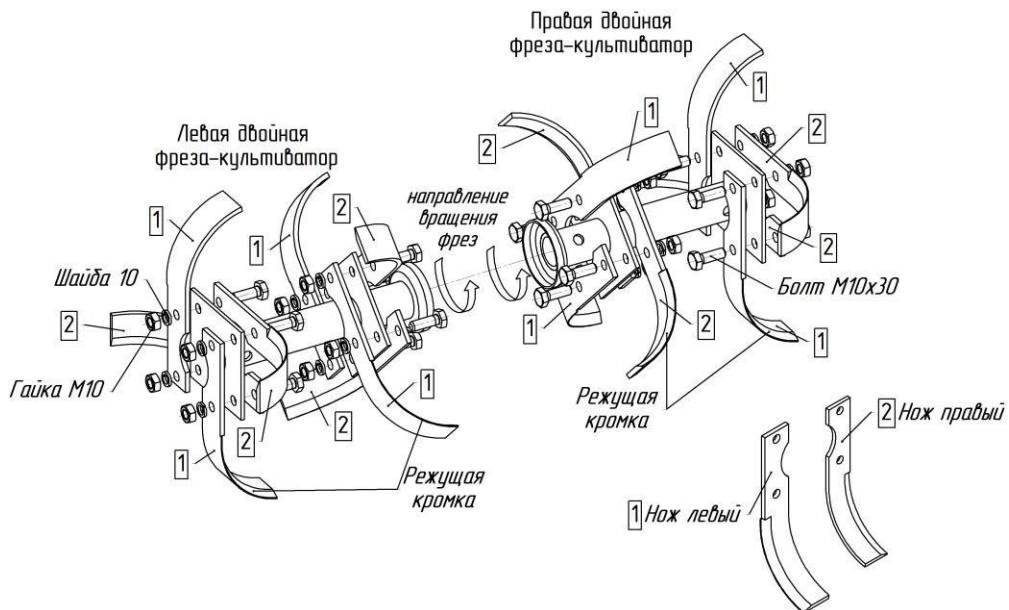

Рис.8. Схема сборки двойных фрез-культиваторов
**ВНИМАНИЕ! ОСТРЫЕ КРОМКИ НОЖЕЙ ДОЛЖНЫ БЫТЬ НАПРАВЛЕНЫ ПО ДВИЖЕНИЮ МОТОБЛОКА** (рис.8, 9, 10).